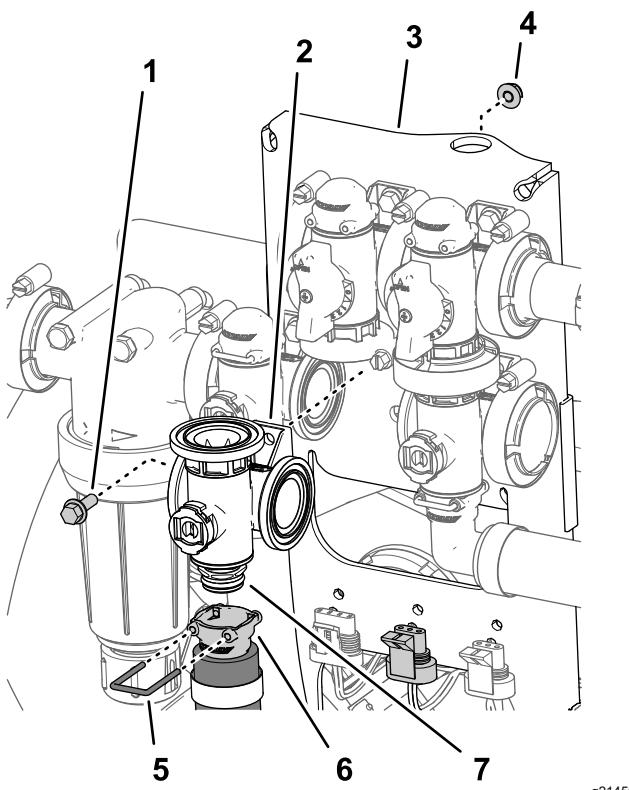

Bild 116
2. Entfernen Sie den Halter, mit dem die Schnelltrennbuchse an der Schnelltrennkupplung des Verteilers für das Rührwerkventil befestigt ist (Bild 116).
3. Entfernen Sie die Bundkopfschraube ($\frac{1}{4}$ " x $\frac{3}{4}$ ") und Sicherungsbundmutter ($\frac{1}{4}'), mit denen das Rührwerkventil an der Ventilbefestigung befestigt ist, und entfernen Sie den Ventilverteiler von der Maschine (Bild 116).$